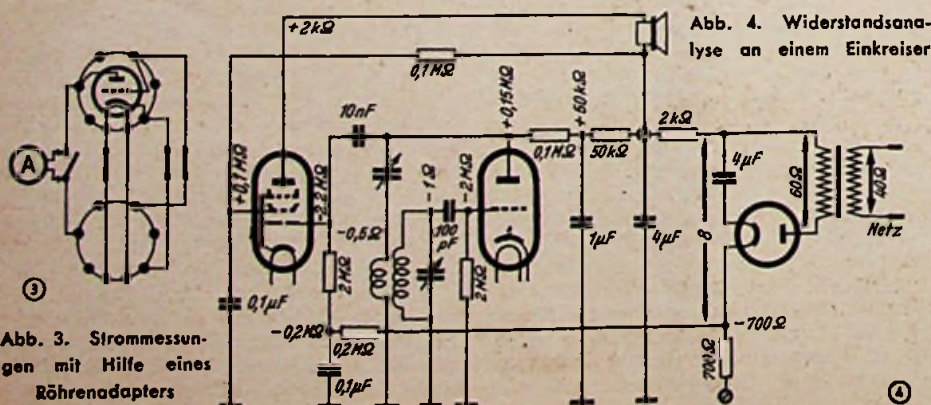
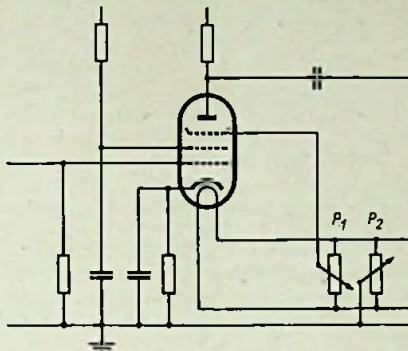

Abb. 4. Widerstandsanalyse an einem Einkreiser
Abb. 1. Kompensationschaltung zur Verminderung des Netzbrumms
Einzelheiten über die Durchführung der Widerstandsanalyse an einem Einkreiser, ähnlich dem in Abb. 1 skizzierten, zeigt Abb. 4. Die eingeschriebenen Sollwerte beziehen sich entweder auf das Chassis und sind dann mit einem Minuszeichen versehen, oder auf den positiven Pol des Siebkondensators; sie sind dann durch ein Pluszeichen markiert. Abweichungen vom Sollwert um $\pm 10\%$ gelten nicht als Fehler, weil das die Toleranz gebräuchlicher Widerstände ist. Wie das Schalt-schema erkennen läßt, werden taube Kondensatoren nicht ohne weiteres erkannt. Mit einem Ohmmeter der oben beschriebenen Art ladet man aber die am Meßweg liegenden Kondensatoren auf und kann dadurch ihren Zustand nach dem einmaligen großen Ausschlag des Instruments beim Berühren der Meßpunkte beurteilen.
*) Es braucht der Röhre lediglich eine Steuerspannung zugeführt zu werden, die eine zur Brummspannung gegenphasige Steuerung des Anodenstromes bewirkt. Am einfachsten ist diese Kompensation bei einer Pentode, deren Bremsgitter man nach Abb. 1 einen Teil der Heizspannung zuführt, statt dieses unmittelbar an Erde zu legen. Die so am Bremsgitter liegende Wechselspannung steuert die Anodenspannung gegenphasig; am zweckmäßigsten legt man das Bremsgitter an den